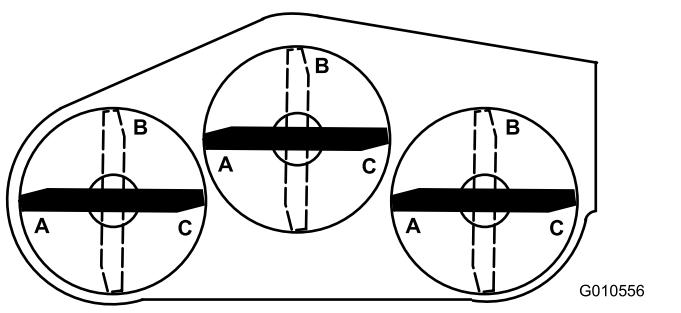
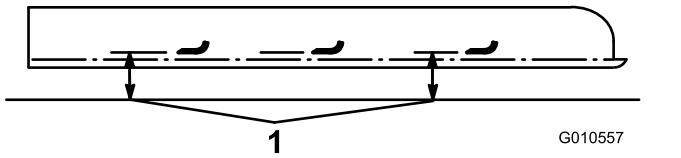

Bild 27
Bild 28
- Drehen Sie die Messer auf die B-Stellung (Bild 27) und messen Sie den Abstand aller Messer zur ebenen Fläche; notieren Sie die Werte (Bild 28).
- Drehen Sie die Messer in die C-Stellung, messen und notieren Sie den gemessenen Wert (Bild 27 und Bild 28).
- Stellen Sie alle drei Messer in die A-Stellung (Bild 27) und messen von der ebenen Fläche bis zur Unterkante jeder Messerspitze (Bild 28), notieren Sie den Wert.